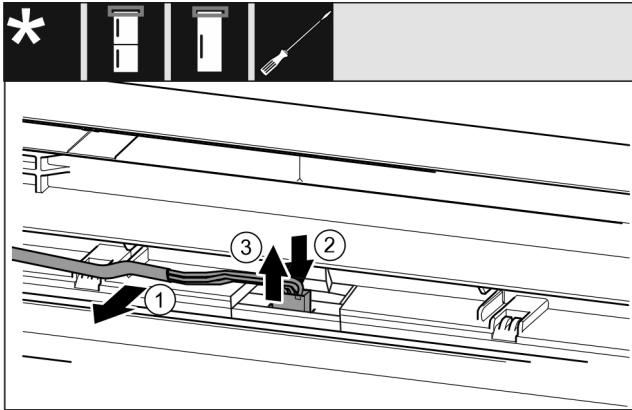

Fig. 18
- ▶ Graues Kabel vorsichtig aus der Führung in der Tür lösen. Fig. 18 (1)
- ▶ Lasche hinter dem Stecker nach hinten drücken. Fig. 18 (2)
- ▶ Stecker vorsichtig nach oben herausziehen. Fig. 18 (3)